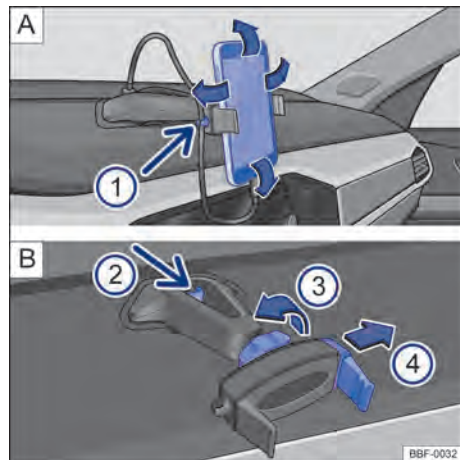

Fig. 223 En la consola central: soporte para teléfono celular y ajustes.
- Sujetar el soporte con una mano y presionar la tecla de desbloqueo → **fig. 223 B** ② (flecha).
- Con la varilla → **fig. 223 B** ④ mover en la dirección de la flecha, e instalar el teléfono celular en el alojamiento.
- Con la otra mano mover la varilla → **fig. 223 B** ④ hasta que se pueda retirar el aparato del alojamiento.
- Colocar el cable USB en la entrada cargador USB del soporte existente en el tablero de instrumentos → fig. 223 A.
- Sujetar el cable en el soporte → fig. 223 A ①.
- Para liberar el movimiento del soporte, girar la traba → fig. 223 B ③ en la dirección opuesta de la flecha.
- Para fijar la posición, girar la traba en el sentido de la flecha ③ → fig. 223 B hasta la fijación completa del soporte.
El soporte para teléfono celular tiene una garantía de 3 años, con excepción de la varilla deslizante (garra) → fig. 223  ④ que tiene garantía de **1 año**.